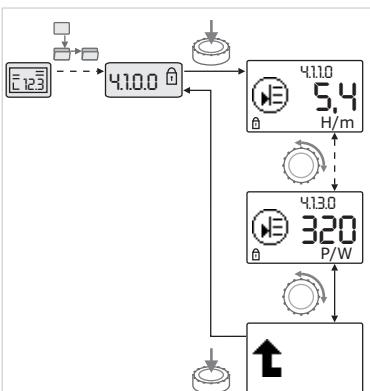

Fig. 33 : Appeler des informations
- Une rotation du bouton blanc permet de faire défiler les points de menu de type « Information » du sous-menu actuel (voir fig. 33). Pour des explications sur les réglages représentés par des symboles, voir le tableau au chapitre 20.7 « Référence des éléments de menu » à la page 28.